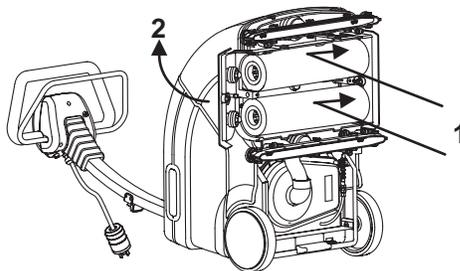

Abb.2
- Schlitzschraube lösen, Bürsten wie in Abb. 2 mit der Hand in dargestellter Richtung 1 fixieren